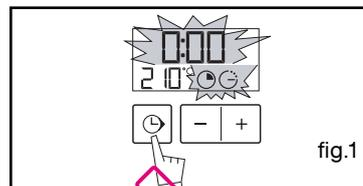

fig.1
L'afficheur clignote à 12:00. (fig.1)
Le sélecteur de fonction doit obligatoirement être sur la position 0 (fig.1).
Celle-ci ne doit pas clignoter (fig.1).
- Choisissez le mode de cuisson souhaité et ajustez la température (fig. 1).
L'affichage clignote à 0h00 pour indiquer que le réglage est alors possible (fig. 1).
- Appuyez sur la touche "⌚" (fig.1) jusqu'à faire clignoter le symbole minuterie
- Réglez et validez l'heure de votre programmeur à 0h10 (fig.1).
- Ouvrez complètement la porte et la bloquer à l'aide des butées rouges (fig.1). Elles sont fournies dans la pochette plastique de votre appareil.